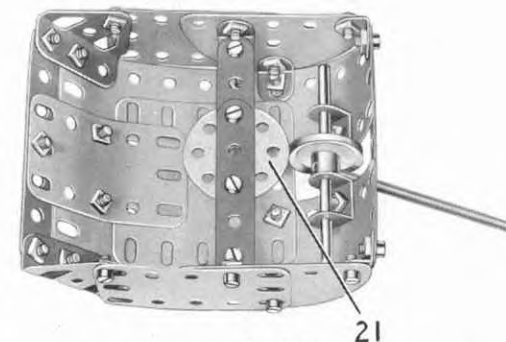

Fig. 5.16b
Chaque côté de la tourelle (fig. 5.16b) est constitué par une plaque semi-circulaire, une plaque flexible de 6x4 cm. et une embase triangulée coudée. Les côtés sont réunis à chaque extrémité par une bande de 7 trous, et le dessus est formé par deux plaques flexibles de 14x4 cm., une de 6x4 cm., et une de 6x6 cm. Le dessus est boulonné sur les embases triangulées coudées et sur des équerres fixées aux côtés. Une roue barillet (21) est boulonnée à deux bandes de 5 trous tenues sur les côtés par des équerres. Le canon est une tige filetée vissée dans le moyeu d'une poulie de 25 mm. Cette dernière est fixée sur une tringle de 9 cm. qui passe dans deux supports doubles. L'antenne de radio est une tige filetée tenue par deux écrous, et la porte de la tourelle est figurée par deux disques de 35 mm. Une tringle de 4 cm., bloquée dans la roue barillet (21) passe dans la poulie (12) et est tenue en place par une clavette. La tourelle est tenue écartée du tank par une poulie folle de 12 mm. et six rondelles.